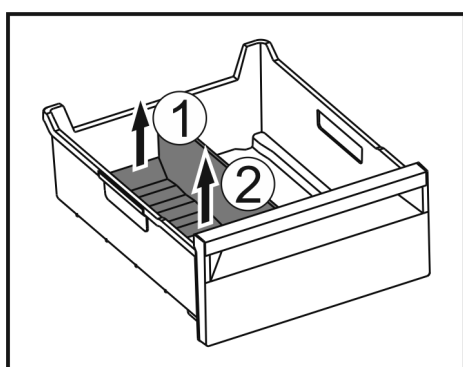

Fig. 153
- Soulever la partie arrière du séparateur de congélateur. Fig. 153 (1)
- Retirer le séparateur de congélateur par le haut. Fig. 153 (2)